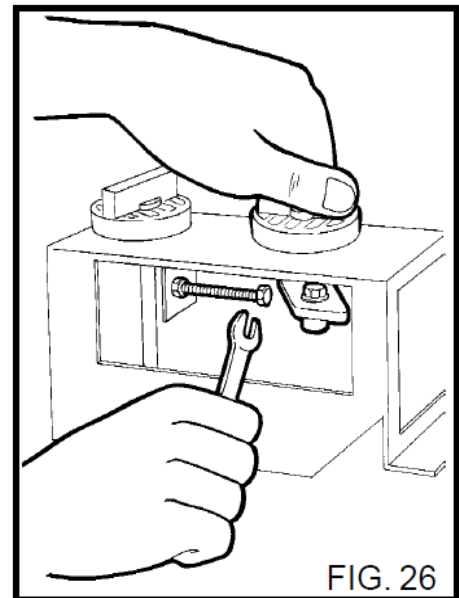

FIG. 26
- 3) Die Kontermutter der Einstellschraube (Fig.26) lösen und die Einstellschraube nachstellen, bis der Seitenbesen den Boden berührt.